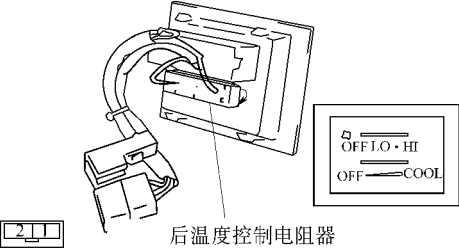

图 19-57 测量端子之间的电阻
(4) 检查后 A/C 温度控制开关。将开关杆置于冷气 (COOL) 的位置，然后测量端子之间的电阻，如图 19-57 所示。